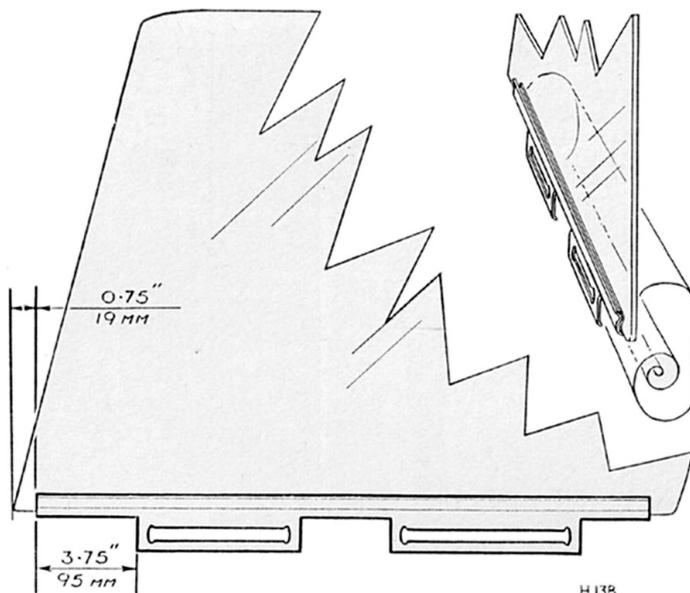

Fig. 73. Support de vitre
- (a) Placer une extrémité de l'écran plastique avec la bande d'étanchéité sur la rainure du support (Fig. 73).
- (b) Positionner la vitre comme indiqué Fig. 73 et la presser dans la rainure.